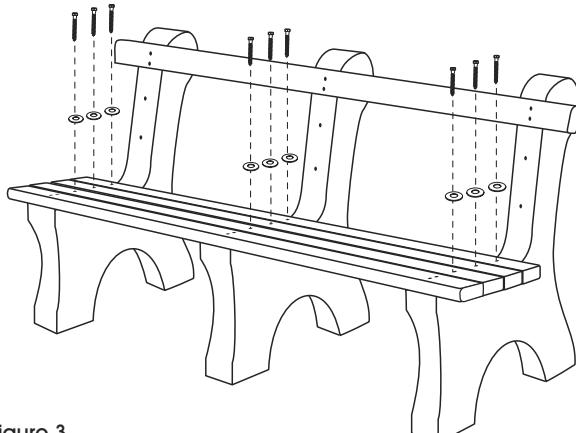

Figure 3
5. Alignez trois planchettes à un trou sur les trous prépercés de la partie siège des bases de banc. Fixez-les aux bases de banc à l'aide des vis tire-fonds de 3 ½ po, des rondelles, de la perceuse et de la douille tournevis de 7/16 po (le vissage s'effectuera à l'étape 7). (Voir Figure 3)